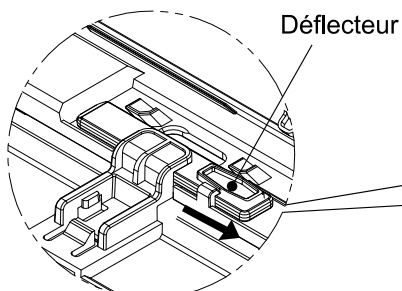
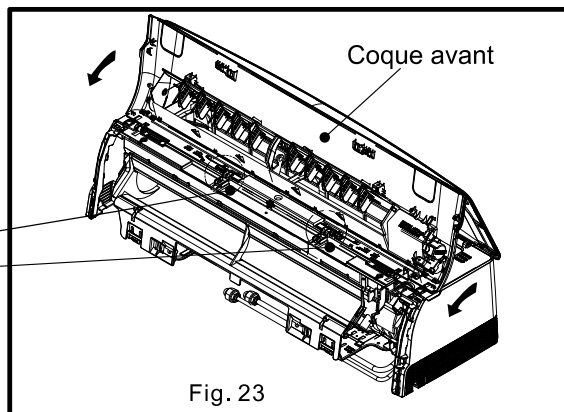
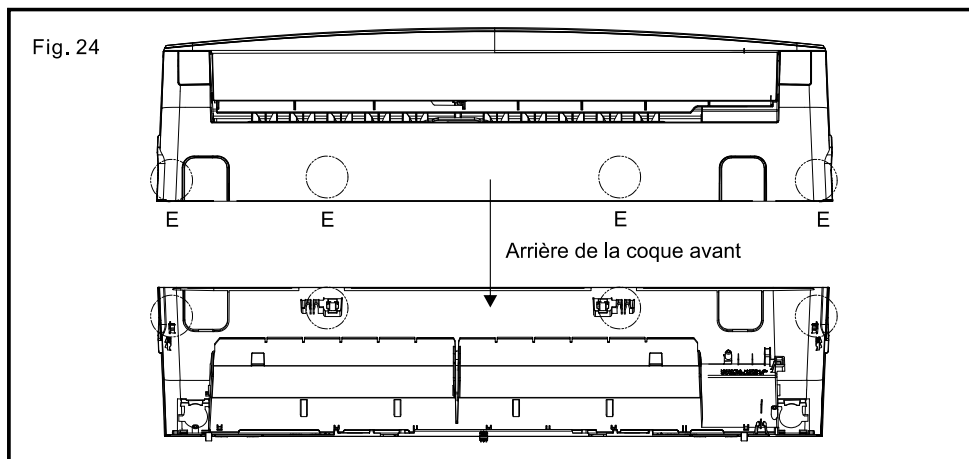
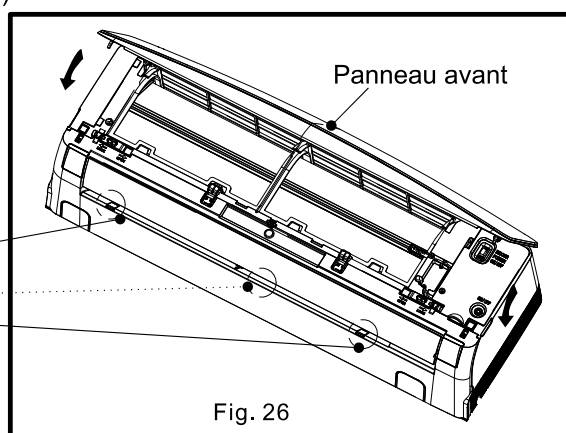

Fig. 22
Fig. 23
Fig. 24
Fig. 26
- 10) Tirez les déflecteurs comme illustrés sur la Fig. 22. Fermez la coque avant comme illustrée sur la Fig. 23. Ensuite en position E, appuyez pour attacher la coque avant comme illustrée sur la Fig. 24.
12) Fermez le panneau avant comme illustré sur la Fig. 26.
Fermez le panneau avant et la coque avant se référer aux Fig.22~Fig.26 de l'INSTALLATION DE L'UNITÉ INTÉRIÈRE.